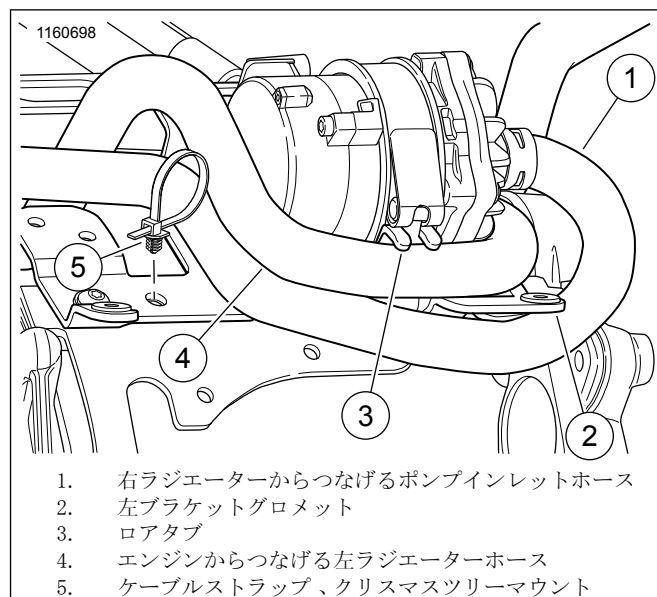

図15。右ラジエーターからつなげるポンプインレットホースの取り回し
20. 図15を参照してください。右ラジエーターからつなげるポンプインレットホース(1)を左ブラケットグロメット(2)およびエンジンからつなげる左ラジエーターホース(4)の後ろに配置します。
- a. 図15を参照してください。ホースが正しく配置されていることを確認します。
2. 図15を参照してください。ポンプハーネスをケーブルストラップ(5)で固定します。